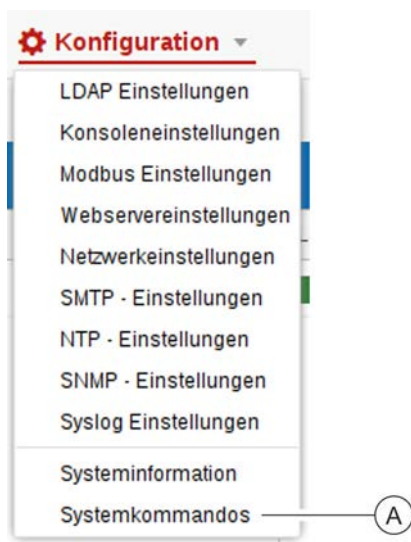

Abb. 247: Systemkommandos aufrufen
1. ➔ Über „*Konfiguration* ➔ *Systemkommandos*“ das Fenster „Systemkommandos“ aufrufen (Abb. 247/Ⓐ).